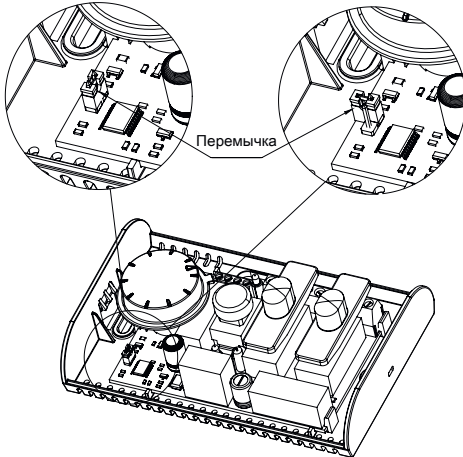

Рисунок 3.
- Установить перемычку в определенное положение (смотреть рисунок 3);